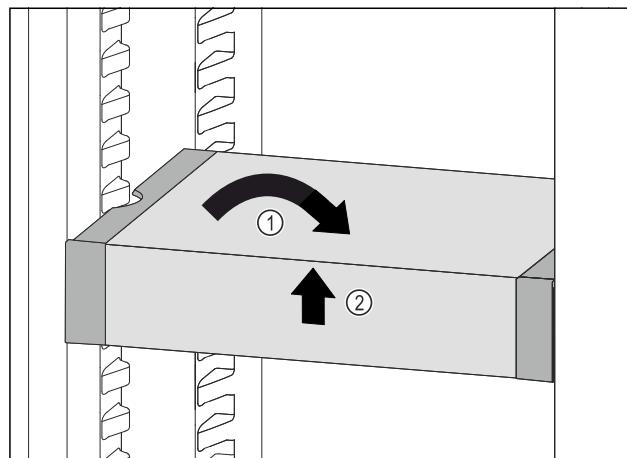

Fig. 115
- Изправете VarioSafe. Fig. 115 (1)
- Повдигнете VarioSafe отпред. Fig. 115 (2)